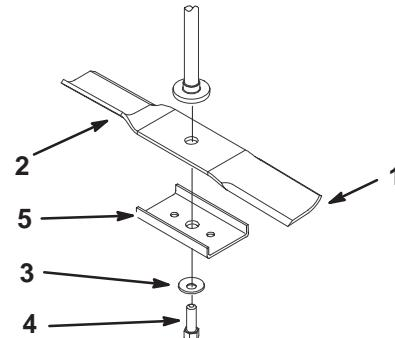

Figure 11
2. Enlevez de l'axe, le boulon de lame, la rondelle bombée, le renfort et la lame (Fig. 11).
3. Placez la lame sur l'axe (Fig. 11).
4. Montez le renfort, la rondelle bombée (face concave vers la lame) et le boulon de lame (Fig. 11). Serrez le boulon de lame à 47–88 Nm.